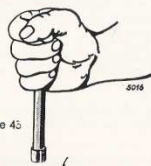
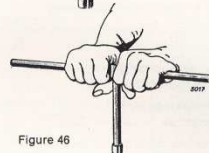

Figure 45
Figure 46
1. **Poser les goujons (Fig. 45):** Utiliser la clé sans fiche, serrer légèrement les goujons en oblique.
2. **Serrer les goujons (Fig. 46):** Engager la fiche dans la tête de la clé de façon que la main repose sur la tête de la clé; serrer en plusieurs passes, toujours en oblique, mais sans faire usage de force (couple de serrage de 2 m.kp).
La pose des vis (Fig. 45) et le serrage (Fig. 46) s'effectuent de la même manière pour toutes les vis énumérées ci-dessous; couple de serrage env. 2 mkg.